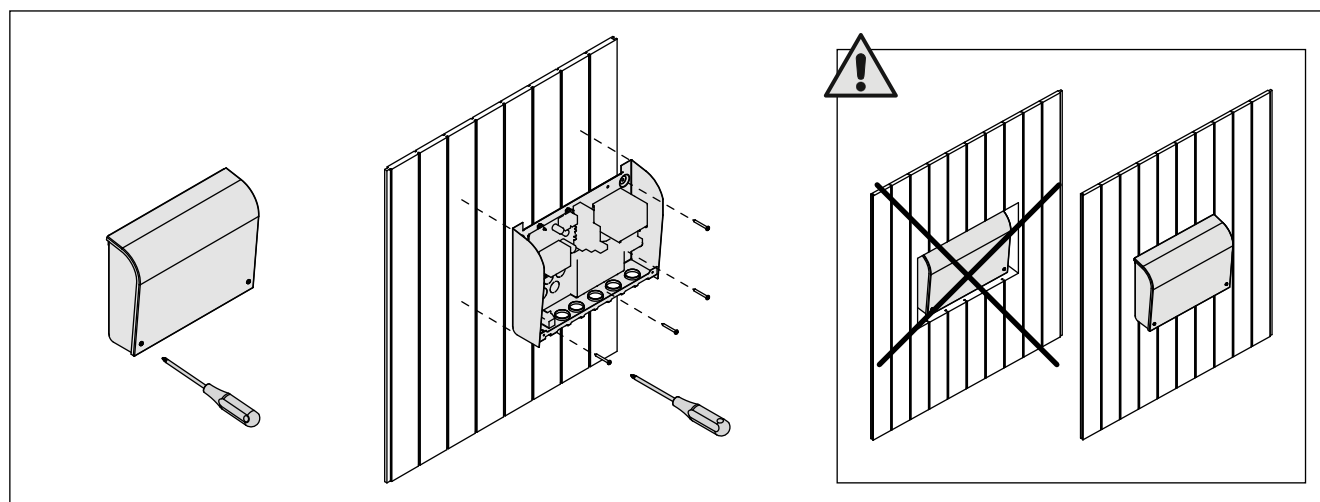

Рисунок 5. Снятие крышки блока питания и его крепление на стене
Блок питания устанавливается вне парильни, в сухом месте с температурой окружающего воздуха  $>0\text{ }^{\circ}\text{C}$ . На рис. 5 приведены указания по открыванию крышки блока питания и его креплению на стене.
**Внимание!** Блок питания нельзя утапливать в стену или устанавливать его заподлицо, так как это может вызвать перегрев внутренних компонентов блока и привести к поломке устройства. См. рис. 5.